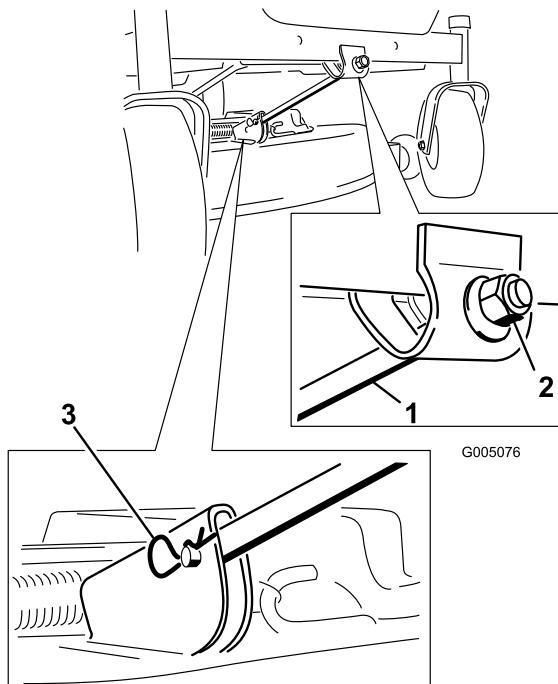

Figura 44
- Retire el pasador y la chaveta de la varilla de soporte delantera (Figura 44). Baje cuidadosamente la parte delantera de la plataforma del cortacésped al suelo.
- Conecte la varilla de soporte delantera a la plataforma del cortacésped con el pasador y la chaveta (Figura 44).